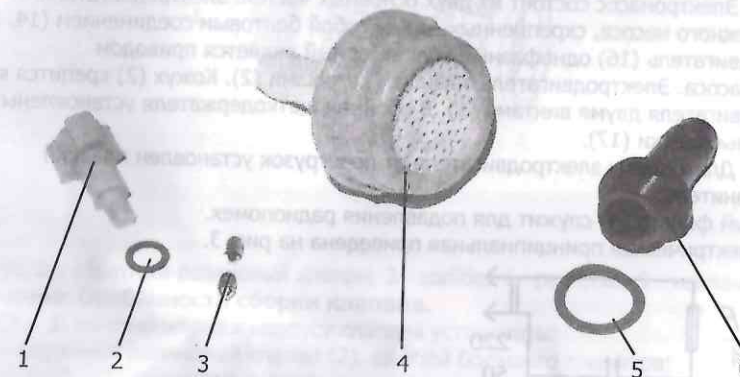
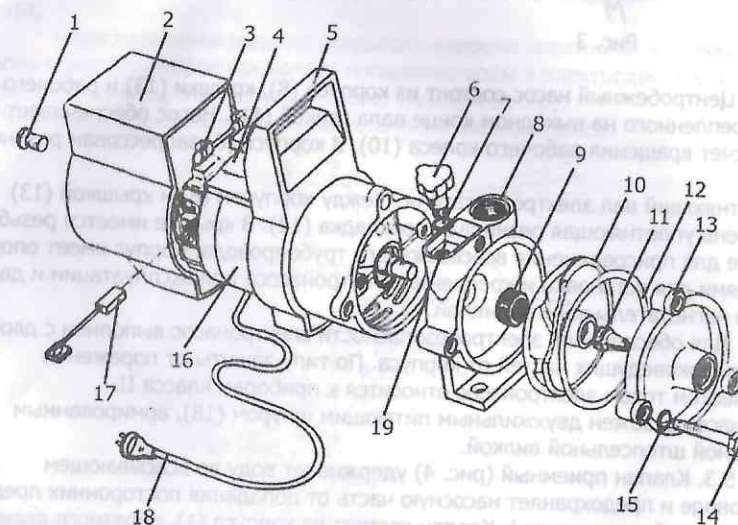

Рис. 1
Рис. 2
5.1. На рис. 1 показаны дополнительные комплектующие части.
5.2. На рис. 2 показан общий вид электронасоса.
6.4. Для удобства монтажа и демонтажа во всасывающее отверстие крышки и в нагнетательный патрубок корпуса вверните штуцеры (6) с прокладкой (5) (рис. 1).
6.6. На конце всасывающего трубопровода закрепите клапан приемный (4) (рис. 1).
6.7. Перед включением электронасоса залейте воду во всасывающий трубопровод и насосную часть через заливной патрубок (19) (рис. 2) до полного заполнения. Перекройте заливное отверстие пробкой (1) с прокладкой (2) (рис. 1). Включите электронасос. Через несколько секунд вода начнет поступать из нагнетательного трубопровода.
- через 100 часов работы проверять износ графитовых щеток (17) (рис.2) и своевременно заменять их (минимальный размер высоты щеток - 8 мм);